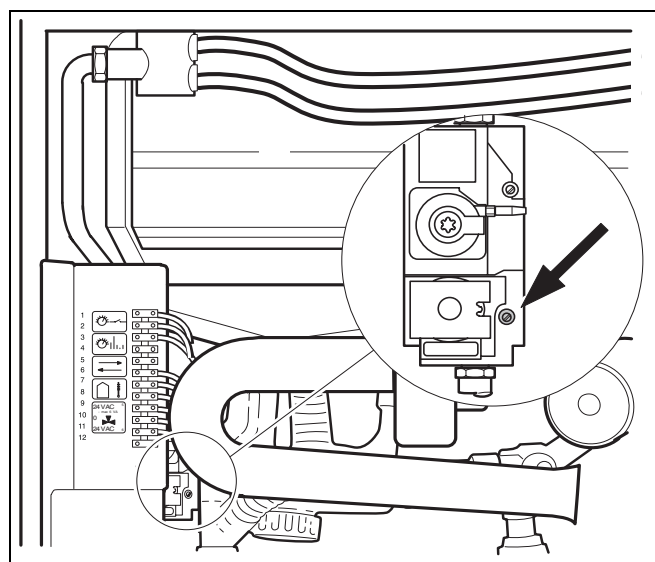
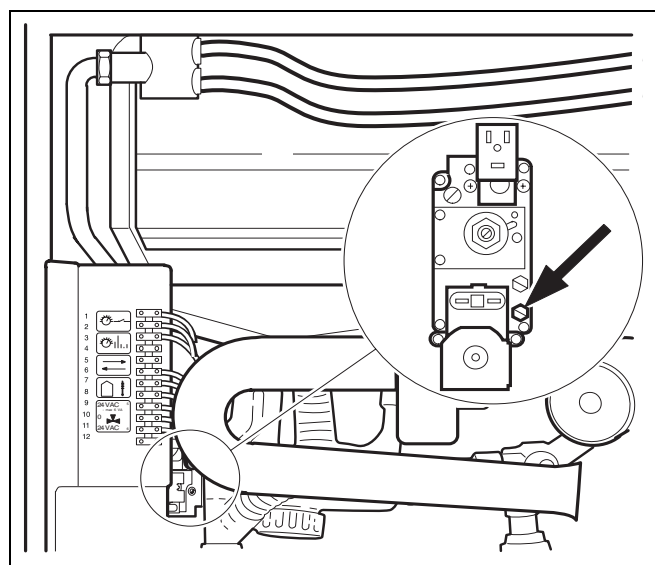

Fig. 19 Aerisirea conductei de alimentare cu gaz (armătură Honeywell)
Fig. 20 Aerisirea conductei de alimentare cu gaz (armătură SIT)
- Se slăbesc cu două turații șuruburile de închidere ale niplului de control pentru racordul de gaze și ale aerisirii armăturii Honeywell (fig. 19), iar la armătura SIT (fig. 20) se scot total și se fixează furtunul.